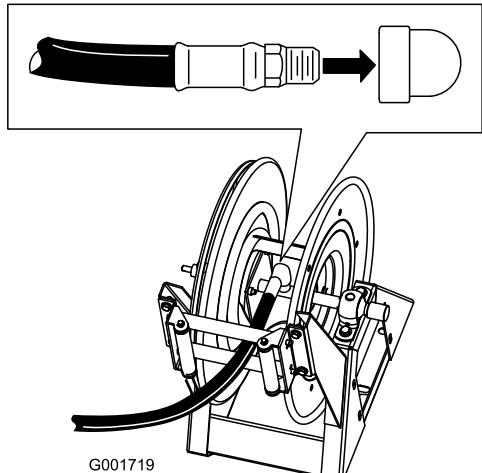

Figure 56
1. Enroulez du ruban Téflon autour du filetage du raccord du long flexible et montez le raccord sans le tube de raccordement sur le dévidoir (Figure 56).